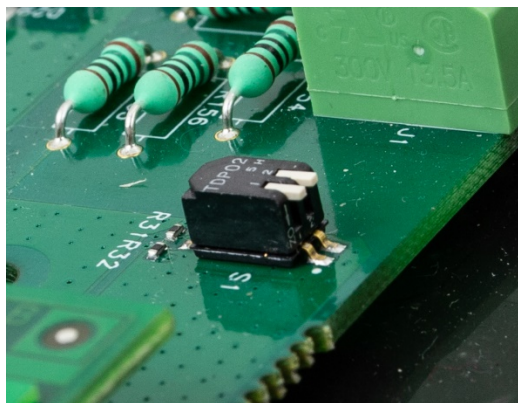

Abbildung 4-9: Metrologieschalter SW1-1 und SW1-2, beide AUS
5. Stellen Sie SW1-1 und SW1-2 auf AUS (siehe Abbildung 4-9).